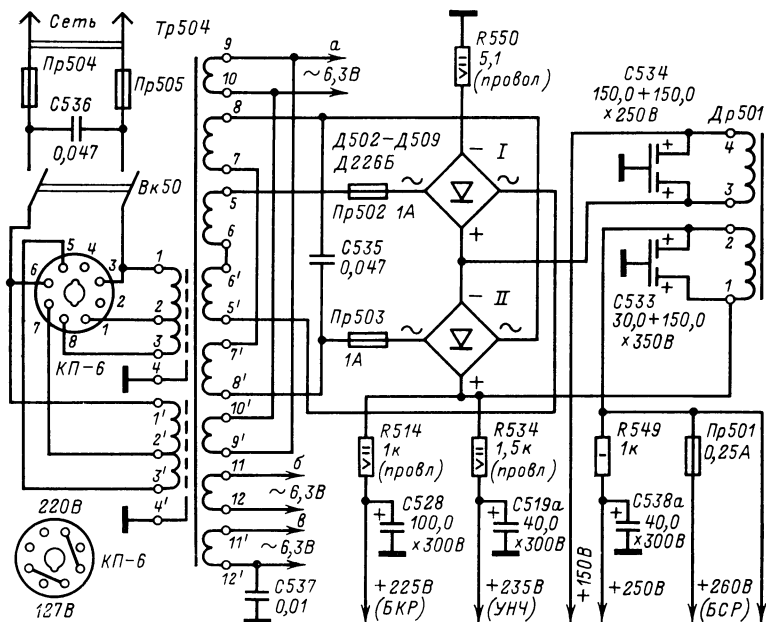

Рис. 12. Схема БП телевизора УНТ-47/59-II-1.
Пробит или имеет значительную утечку блокировочный конденсатор (C536 на рис. 12, C609 в УНТ-35, 6C6 в УНТ-47 и УЛТ-47/59). Следует проверить омметром сетевую цепь телевизора при исправных предохранителях и включенном телевизоре.
4. Нет раstra и звука. Перегорает предохранитель в цепи НВВ (Пр503 в УНТ, УЛТ, УЛПТ II класса). Проверить диоды Д506—Д509 БП (рис. 12).